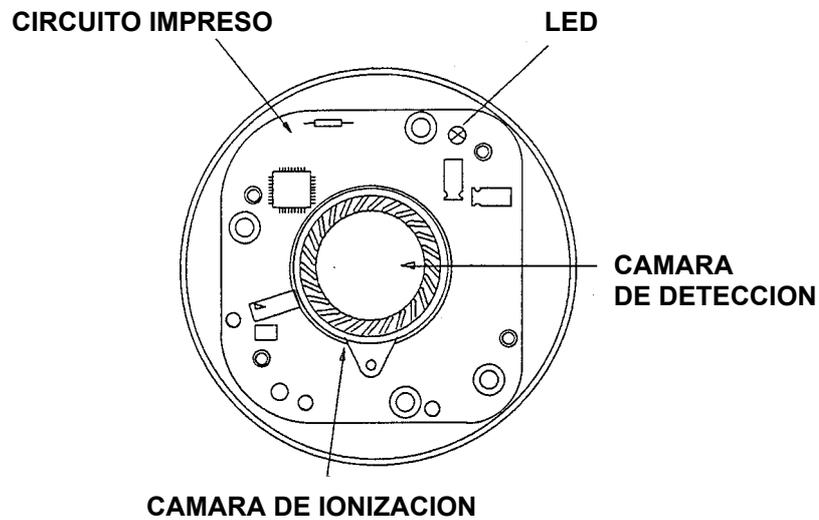

Imagen 5.2.2 ZP710 – Aspecto Interno
3. Al realizar la operación anterior dispondrá de la parte inferior del sensor con la electrónica de control y la cápsula de detección, vista de la imagen 5.2.2.